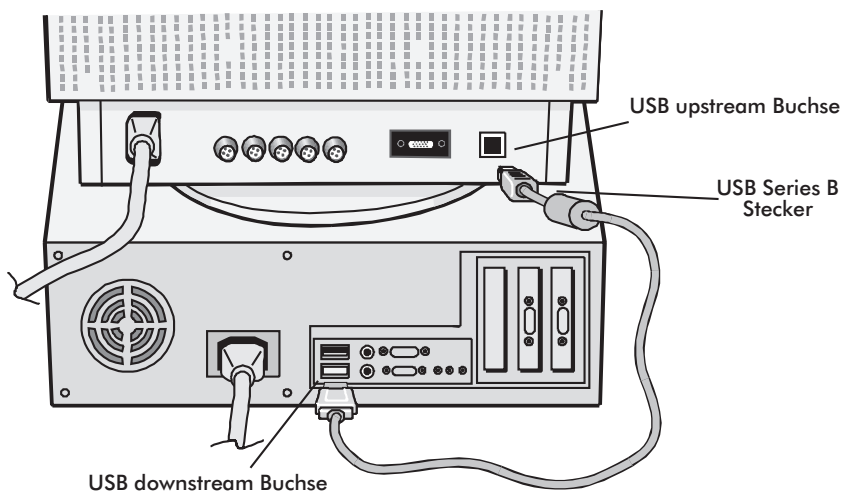

Abbildung 1
1. Verwenden Sie das mitgelieferte USB-Kabel und stecken Sie den USB Series B Stecker in die USB upstream Buchse des Monitors (Abbildung 1).
2. Stecken Sie das andere Ende des Kabels in die USB downstream Buchse des Rechners (oder in einen an den Rechner angeschlossenen aktiven USB Hub) (Abbildung 1).